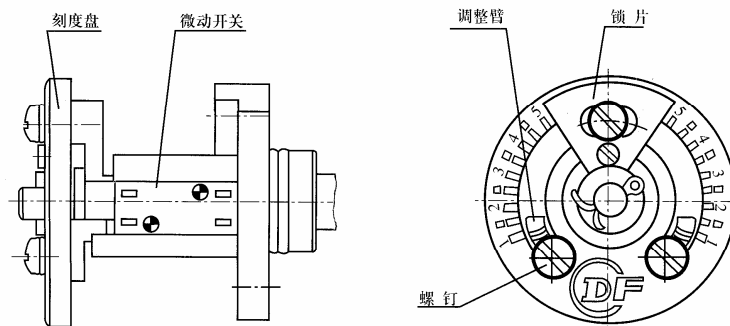

图 10 力矩机构
1. 力矩机构的调整 力矩控制器的结构见图 10。力矩控制器在出厂前已根据订货要求整定好并填在产品证明书上(如用户未指定，通常开向整定在公称值上，关向为公称值的 0.7)，一般不允许再调整，若一定要调的话，必须十分谨慎，可参考产品证明书上的力矩曲线，查找对应刻度值，进行调整。方法如下：松开该方向的螺钉，将调整臂调到对应的刻度值，再紧固螺钉即可。决不能盲目调大，否则关严后可能打不开，如果超出力矩机构的控制范围将烧毁电机。